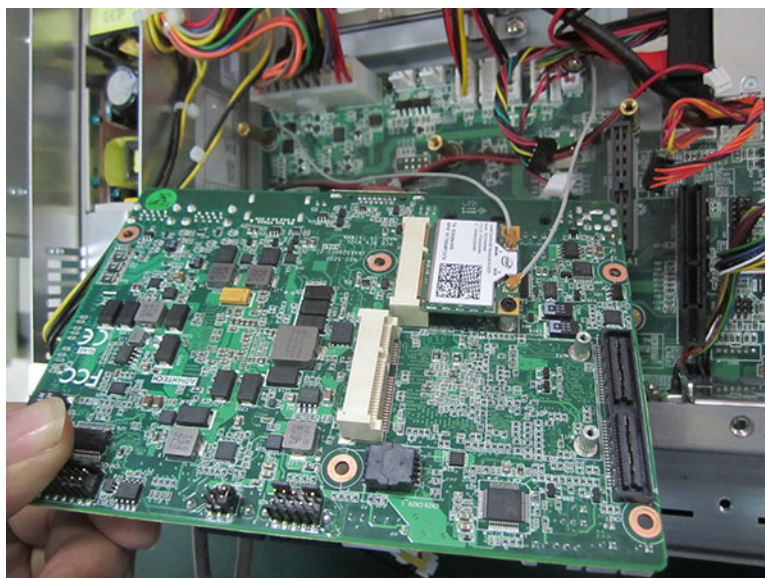

图 2.34:
3. 将天线接入无线网卡中，无线网卡天线走线方式，如图 2.34 所示。